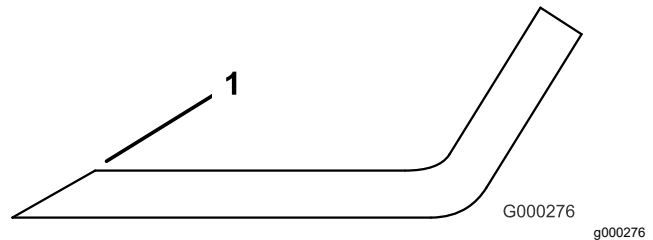

Figura 23
1. Afie a extremidade de corte em ambas as extremidades da lâmina (Figura 23). Mantenha